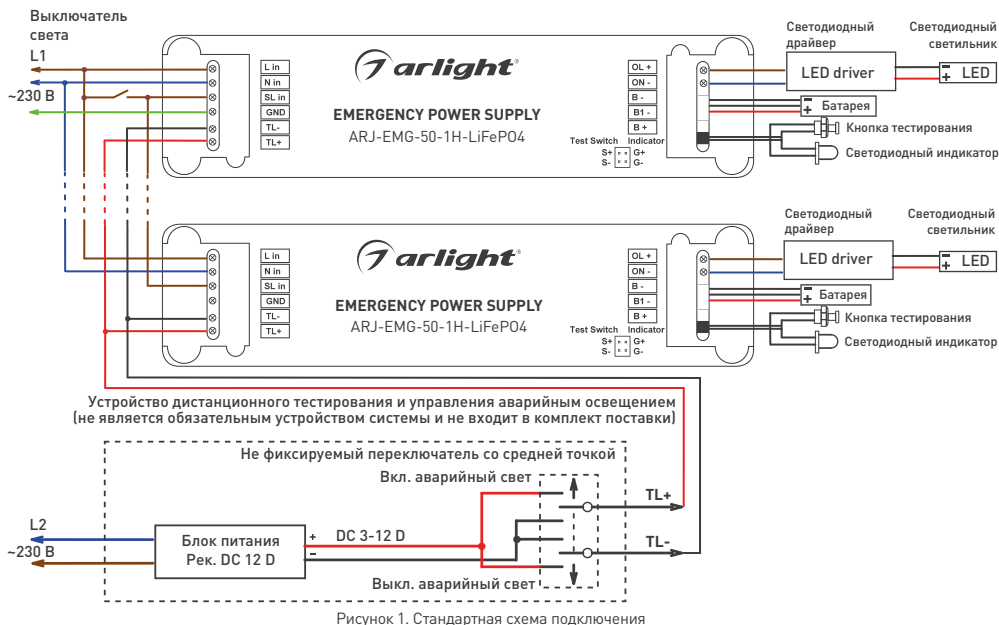

Рисунок 1. Стандартная схема подключения
- 3.4. Подключите провода, постоянно подключенные к сети: **L** (фаза) — коричневый провод, **N** (ноль) — синий провод. Смотрите рисунок 1.
- Подключите провод, постоянно подключенный к сети: **L** (фаза) — коричневый провод через **Выключатель света** ко входу **Slin** источника питания. Смотрите рисунок 1.
- Подключите входные провода источника питания светильника «Светодиодный драйвер» **N** (ноль), **L** (фаза) — коричневый провод. Смотрите рисунок 1.